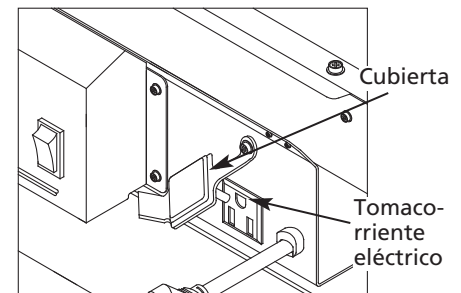

Figura 8 – Tomacorriente Eléctrico Adicional
- Siempre mantenga cubierto el tomacorriente cuando no se utilice. Consulte la Figura 8.